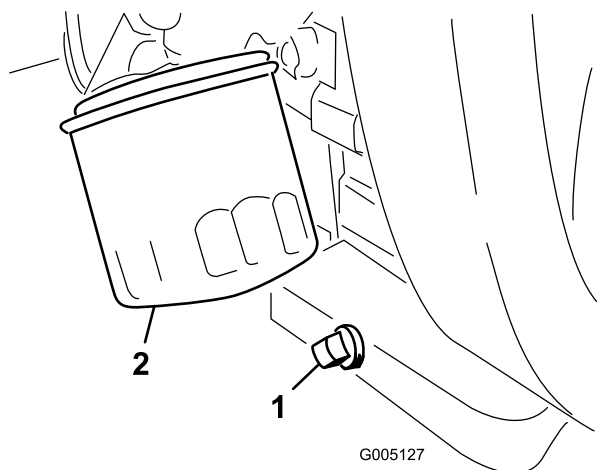

図 48
1. ドレン・プラグ (図 48) を外してオイルを容器に受ける。オイルが抜けたらドレン・プラグを取り付ける。
2. オイルフィルタ (図 48) を外す。新しいフィルタのガスケットに薄くエンジン・オイルを塗る。